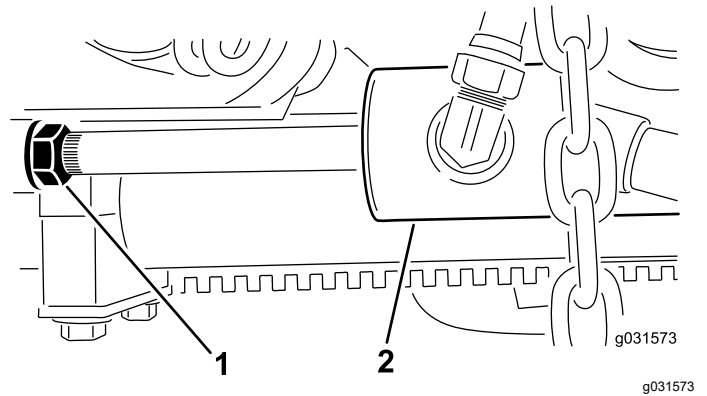

Figura 14
- B. Afloje la contratuerca del cilindro (Figura 14).